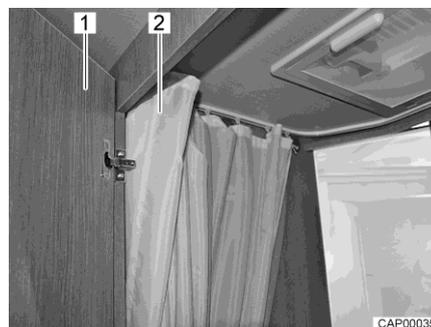

Fig. 129 Cabinet de toilette avec douche
- Pour se doucher, fermer la porte (Fig. 129,1) et tirer entièrement le rideau de douche (Fig. 129,2 et Fig. 130,1 ou Fig. 131,1) ou le fermer avec des boutons pression de manière à protéger toutes les parois.